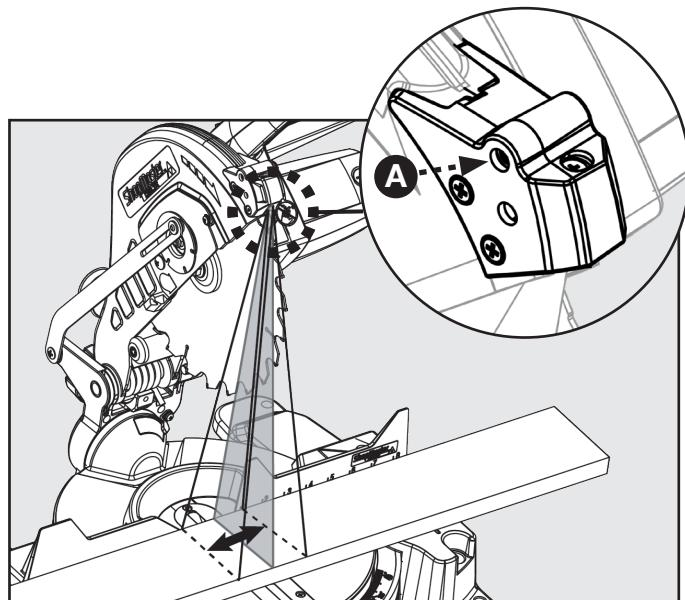

FIGURA 25
Si advierte que la línea láser está desviada de la línea de corte real, consulte la Figura 25 y siga estas instrucciones: utilice un destornillador Phillips para girar el tornillo (A) para ajustar el desvío.